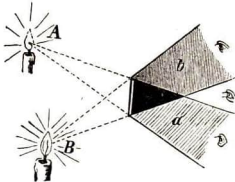

Abb. 214. Kern- und Halbschatten
2. Schatten ist ein lichtarmer Raum. Durch Überkreuzung zweier Schatten entstehen Kern- und Halbschatten. Um eine solche Überkreuzung zu haben, müssen mindestens zwei **Lichtquellen** vorhanden sein (Abb. 214).
**Schülerübung:** Beleuchte eine senkrecht auf den Tisch gestellte Postkarte mit 2 Kerzen *A* und *B* (Abb. 214)! Von welcher Kerze erhält Raum *a* Licht? [Ergebnis: Von *B*.] Von wem erhält *b* Licht? [Ergebnis: Von *A*.] Von wem erhält der schwarze Teil Licht? [Ergebnis: Weder von *A* noch von *B*.] Merke: